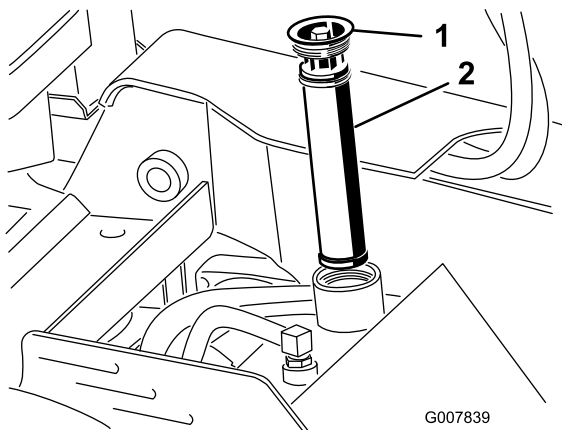

Figura 58
5. Retire y deseche el filtro usado (Figura 58).
6. Instale el filtro hidráulico nuevo y el tapón de llenado (Figura 58) y apriete el perno del tapón a 13–15,5 Nm.
6. Retire el tapón de llenado del depósito hidráulico y el filtro (Figura 58).
12. Instale el filtro hidráulico y el tapón de llenado (Figura 58) y apriete el perno del tapón a 13–15,5 Nm.